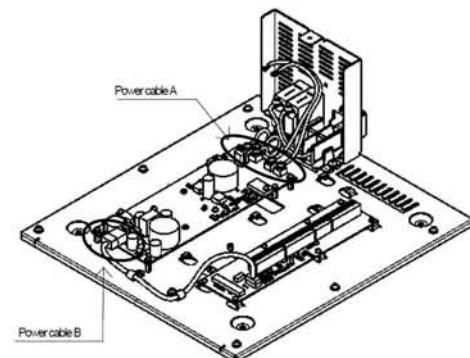

図4 [Fig.4]
- 2) 電源ケーブルAを端子(TB31-TB34)から外します。次に、電源ケーブルB(J31)をコネクタから外します。(図4)
Remove the power cable A from the terminal (TB31-TB34), and then remove the power cable B from the connector (J31). [Fig.4]
- 3) PSユニットを固定している13本のビスを緩め、PSユニットを取り外します。(図4)
Loosen the screws (thirteen places) fixing the PS unit, and then remove the PS unit. [Fig.4]
- 4) PSユニットのデバイスを固定するシャーシの表面に放熱シートを敷きます。(図4)
Lay a thermal sheet on the surface of the chassis where the parts (CD2, PS1, TR1 and TR51) of the PS unit are fixed. [Fig.4]